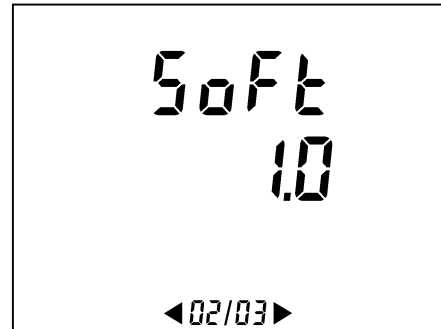

Figura 61: Número de versión del software integrado (página 2/3).
- La versión de software del instrumento (*S_{oFt}* = *Software version*) (Figura 61).